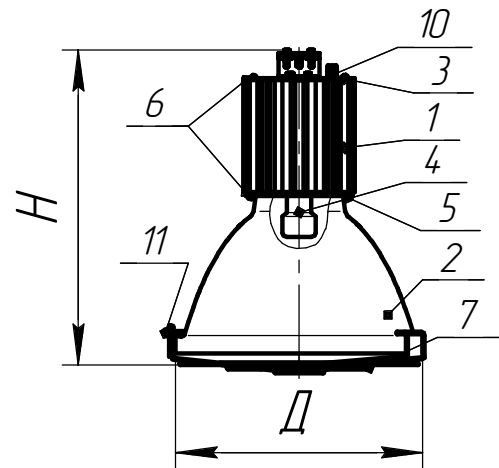

Рисунок 3
6.4 Светильники типа ГСП15, ЖСП15, РСП15, ФСП15 - светильники со стеклом защитным см. рисунок 3: